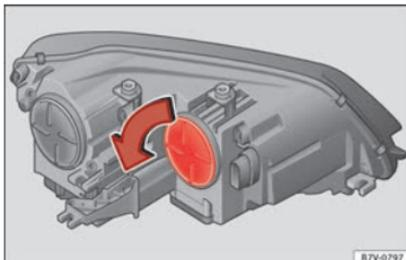

Fig. 107 No compartimento do motor: cobertura do indicador de mudança de direção.
2.	Girar a cobertura » Fig. 107 no sentido da seta e retirá-la.
7.	Girar a cobertura » Fig. 107 até ao limite no sentido contrário ao da seta.